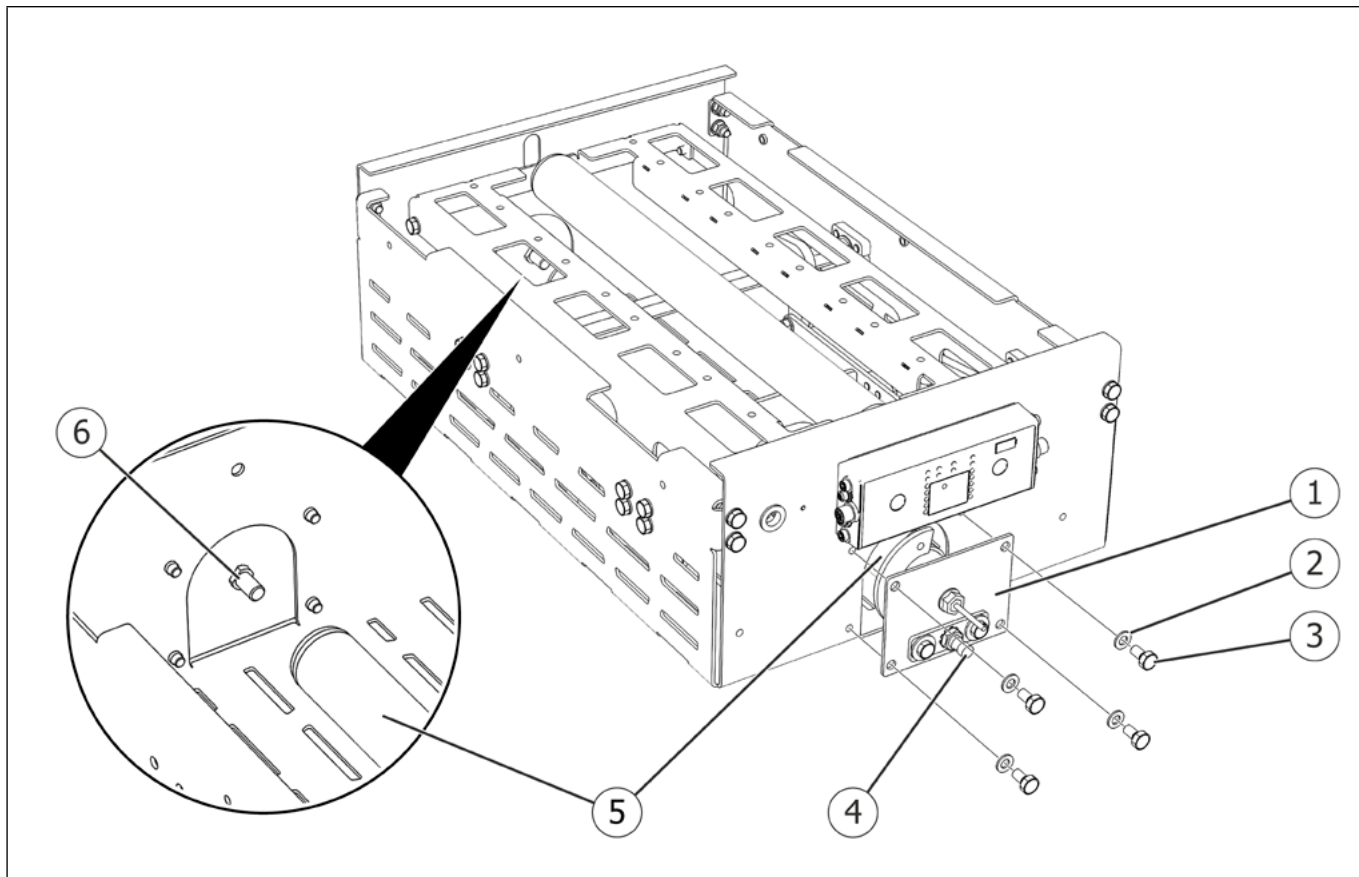

Fig. 11
9. Insérer avec précaution l'ensemble du moteur de levage avec le cache du moteur monté (Fig. 11/2) à l'avant du boîtier du module et faire glisser le moteur de levage à l'arrière du boîtier sur la douille à bride (Fig. 11/6).
10. Visser le cache du moteur sur le boîtier du module à l'aide des vis à tête hexagonale (Fig. 11/3) et des rondelles (Fig. 11/2).
11. Fixer la fiche de raccordement du capteur sur le capteur (Fig. 11/4).